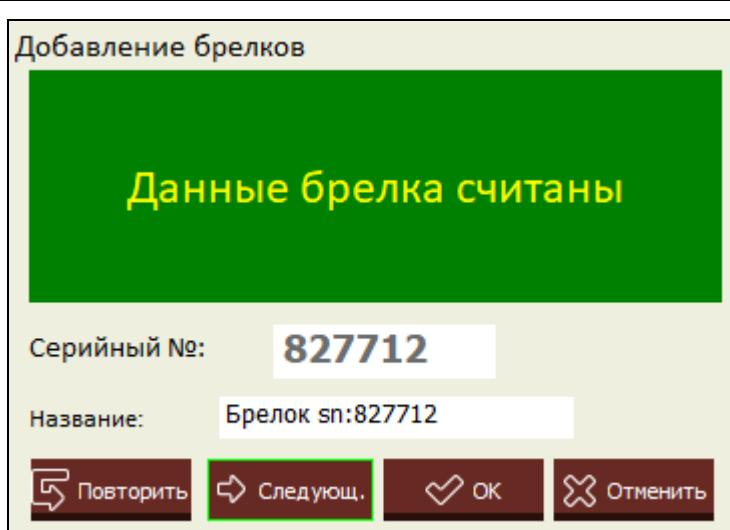

Рис. 12. Окно «Добавление брелков» с сообщением о считанных данных брелка.
3. Снова нажмите кнопку брелка. Программа сообщит об импорте данных брелка (рис. 12). В поле «Название» отобразится предложенное название брелка. Это название можно изменить.